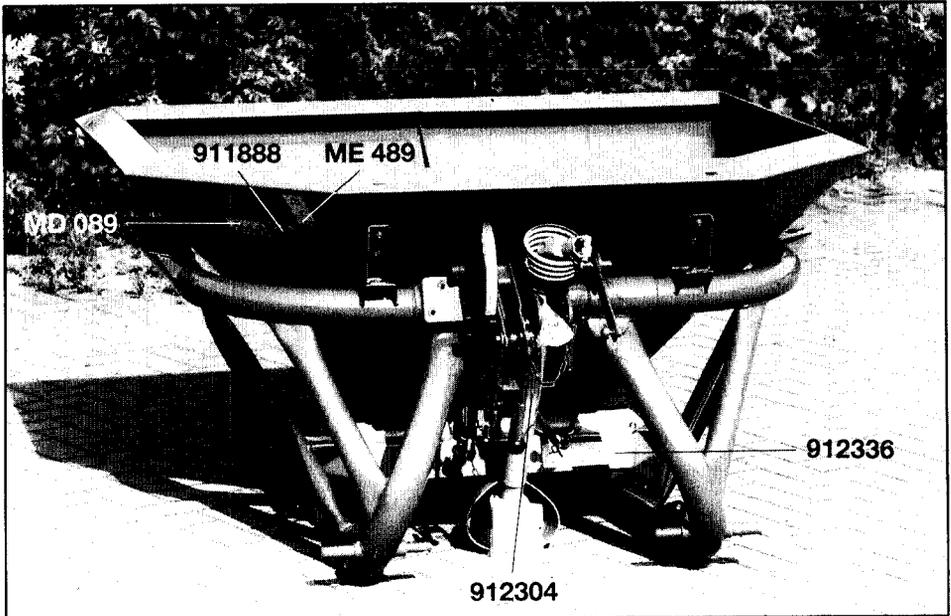
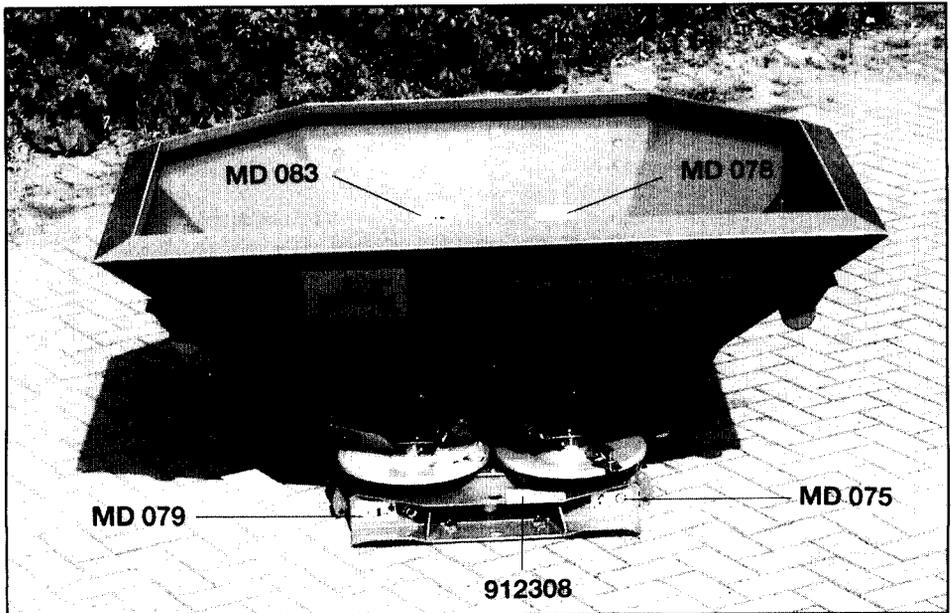

Fig. 2.1
Fig. 2.2
- Les fig. 2.1 et fig. 2.2 montrent les emplacements où doivent être fixés les Pictogrammes et les panneaux adhésifs. Vous trouverez dans les pages suivants les explications s'y rapportant.